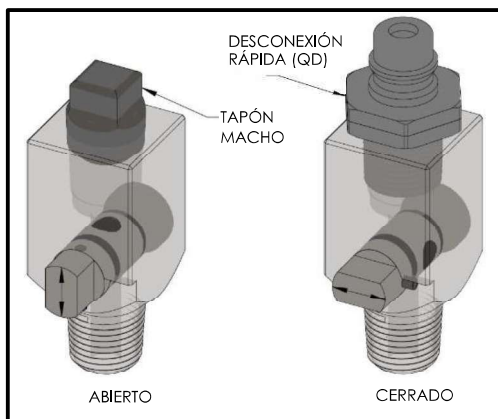

Figura 3
4. Cierre todos los puertos de inyección del sellador, tal como se muestra en la Figura 3.
5. Para agilizar y facilitar la inyección del sellador en conexiones que requieran más de 2 barras en forma de “J”, se agregaron adaptadores de desconexión rápida a los conjuntos más recientes de la bomba inyectora de sellador “PLIDCO Sealant Injection Pump”. Atornille los nuevos adaptadores de desconexión rápida directamente en el puerto de inyección del sellador, tal como se muestra en la Figura 3. Si ya tiene una unidad existente y desea actualizarla, comuníquese con PLIDCO para obtener información sobre el kit de actualización.